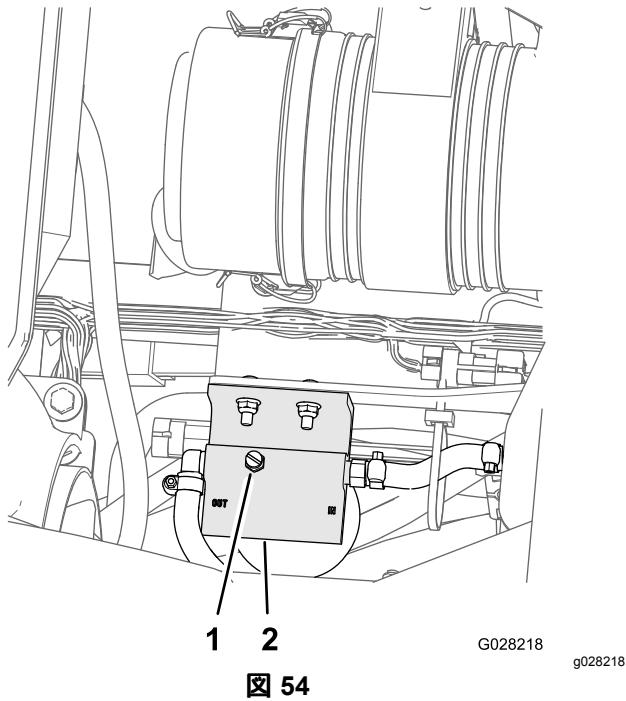

図 54
5. 燃料フィルタ兼水セパレータの上部にあるエア抜きプラグをゆるめる図 54。
7. エア抜きプラグ図 54を締めて始動キーを OFF にする